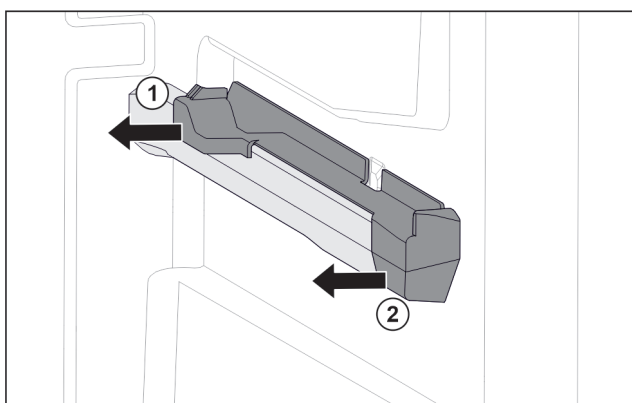

Fig. 77 Pieza de acoplamiento en la nervadura para recipientes derecha
- Retire la pieza de acoplamiento por detrás lateralmente. Fig. 77 (1)
- Retire la pieza de acoplamiento por delante lateralmente. Fig. 77 (2)